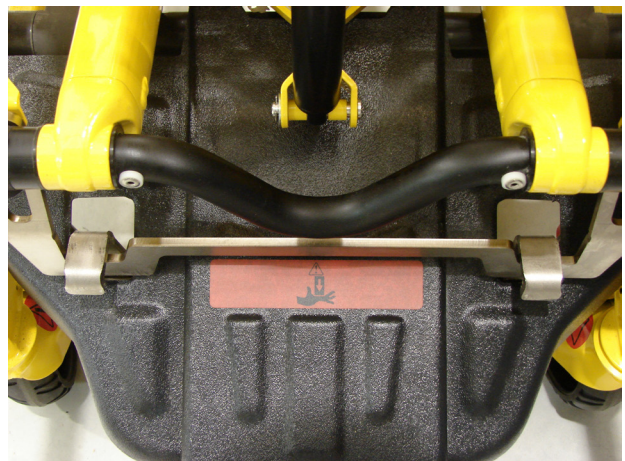

Abbildung 16 - Trage in Befestigung (Kopfende)
3. Vor dem Lösen des Griffs an der Trage sicherstellen, dass diese an Kopf- und Fußende sicher befestigt ist, wie in Abbildung 16 dargestellt.